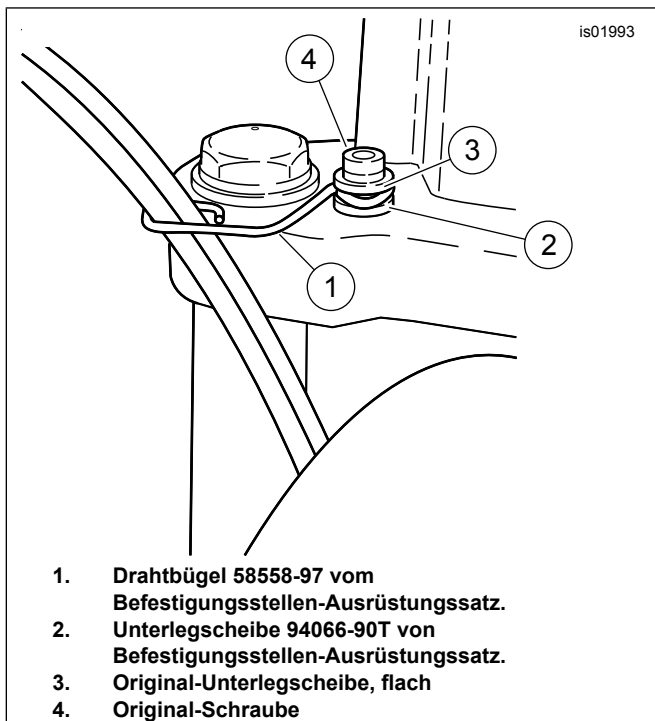

Abbildung 1. Befestigung der Gaszüge
3. Siehe Abbildung 1. Drahtbügel (1) aus dem Satz Befestigungsstellen-Ausrüstung verwenden, um die Gaszüge wie dargestellt an der oberen Befestigungsschelle anzubringen. Die Chrom-Unterlegscheibe (2) aus dem Satz zwischen den Drahtbügel und die Mutter der Befestigungsschelle legen.